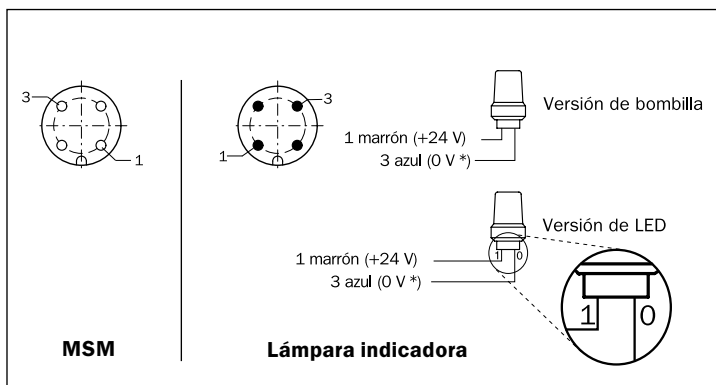

Fig. 7: Esquema de conexión de la lámpara indicadora Muting: a la izquierda MSM, a la derecha lámpara indicadora -
- En la conexión de la lámpara de indicación LED, prestar atención a la polaridad (véase fig. 7).